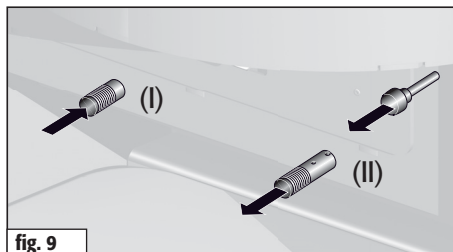

fig. 9
| Primaire lucht volledig sluiten.   | Trek de schuif van de primaire lucht (I) helemaal dicht. (fig. 9)     |
| Secundaire lucht toedraaien.   | Zet de schuif van de secundaire lucht (II) op markering 2-3. (fig. 9) |